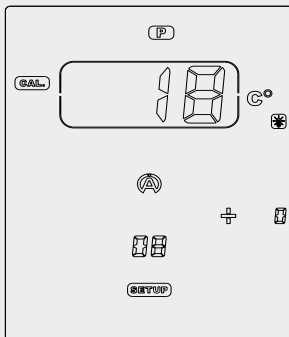

Figure 23
- 2) 中央ボタンを押します Ok 圧力センサーを校正してメニューを終了します (Figure23)。
- 2) 温度センサーを接続します (figure 23).